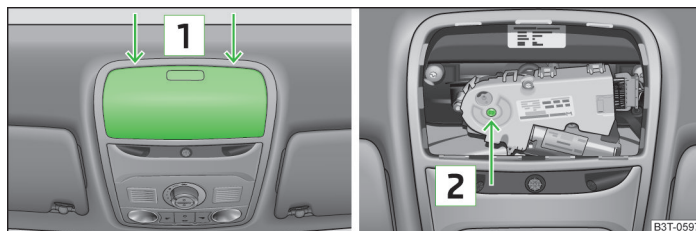

Abb. 198 Ansatzpunkt des Schraubendrehers / Öffnung zum Ansetzen des Schlüssels
- › Einen etwa 5 mm breiten Schraubendreher vorsichtig in den Schlitz an den mit Pfeilen gekennzeichneten Stellen **1** » Abb. 198 einsetzen.